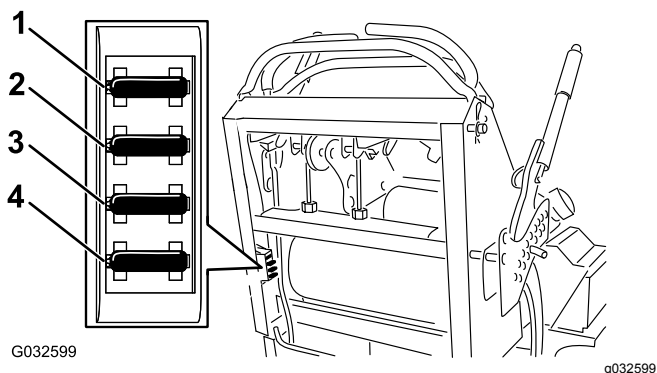

Рисунок 51
4. Выньте предохранитель и замените его (**Рисунок 51**).